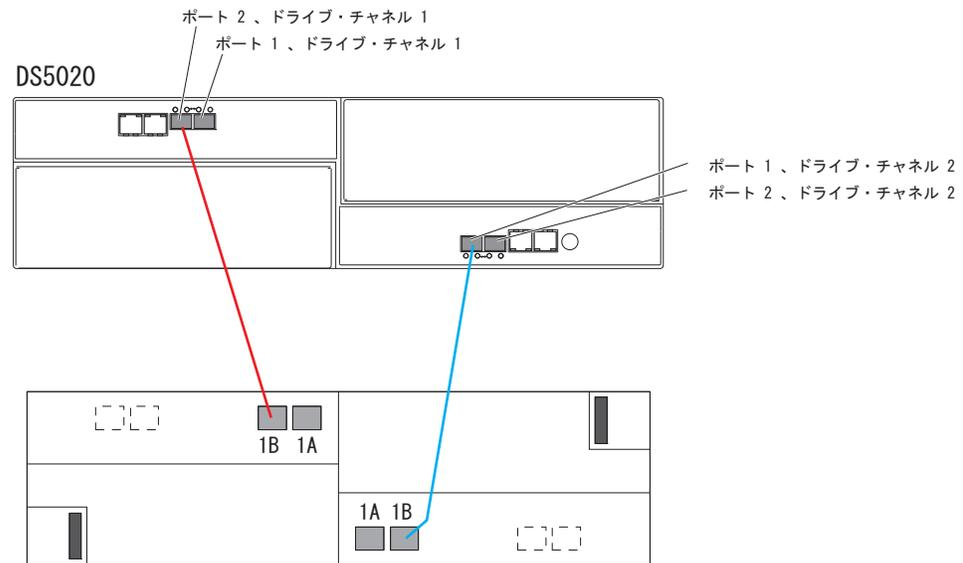

図 37. 1 つの DS5020 と 1 つのストレージ拡張エンクロージャーのケーブル接続
1 つの DS5020 ストレージ・サブシステムを 1 つのストレージ拡張エンクロージャーにケーブル接続する場合、図 37 に正しいケーブル接続トポロジーが示してあります。
**注:** 図 37 は、DS5020 とストレージ拡張エンクロージャーの間のドライブ・チャンネル接続を示しています。図 37 は、ケーブル接続図として使用しないでください。特定のケーブル配線手順については、79 ページの『DS5020 ストレージ・サブシステムおよびサポートされるストレージ拡張エンクロージャー・ドライブのケーブル接続方式』の指示に従ってください。